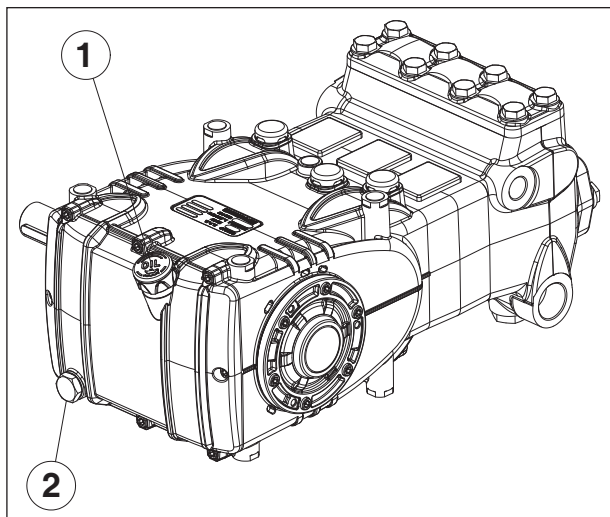

Рис. 3
Маслоизмерительный шуп поз. ①, Рис. 3.
Правильный контроль уровня масла производится при насосе, имеющем температуру окружающей среды; замена масла осуществляется при насосе, разогретом до рабочей температуры, для чего извлеките шуп для замера уровня масла поз. ①, а затем - пробку поз. ②, Рис. 3.